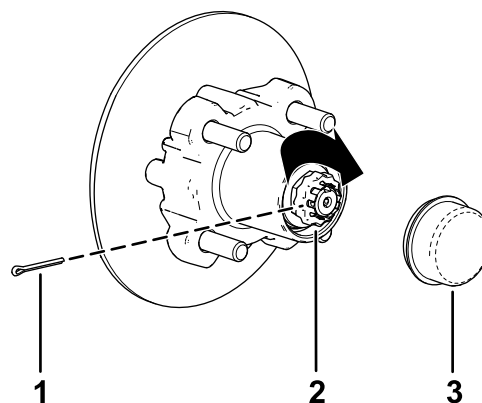

Figura 37
8. Coloque el retenedor sobre la tuerca y compruebe la alineación de la ranura del retenedor y el orificio de la chaveta de la mangueta (Figura 37).
9. Instale la chaveta y doble las patas alrededor del retenedor (Figura 37).
10. Instale el tapón guardapolvero sobre el cubo (Figura 37).